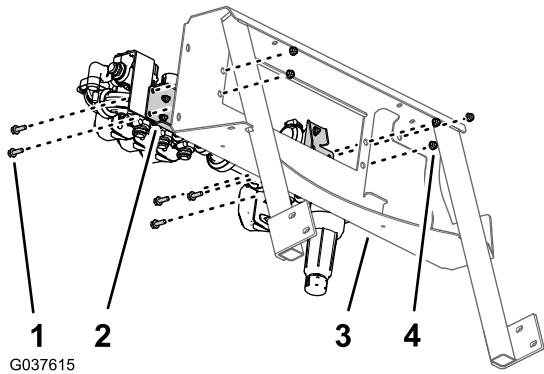

Figura 48
- Allineate i fori nella staffa della valvola con il gruppo valvole dell'irroratrice ai fori nel supporto delle valvole (Figura 48 e Figura 49).
2. Montate la staffa delle valvole sul supporto delle valvole (Figura 48 e Figura 49) con i 5 bulloni a testa flangiata (5/16 x 1 poll.) e 5 dadi di bloccaggio flangiati (5/16 poll.).